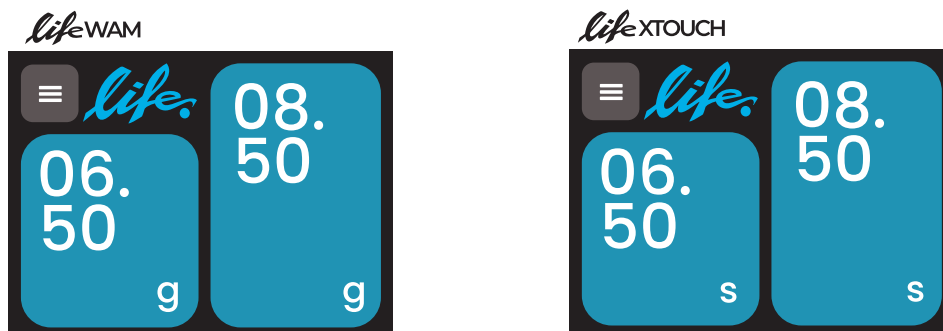

Fig. 7
- 2 Mettre l'interrupteur ON-OFF en position "1" (10 Fig. 2). L'écran du panneau de contrôle (5 Fig. 1) s'allume (voir Fig. 7).